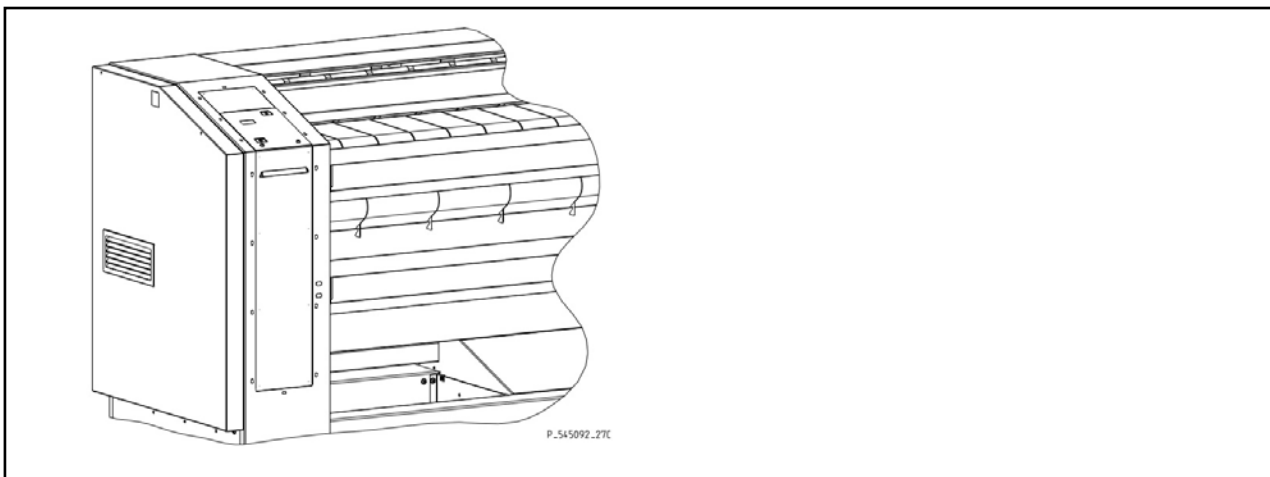

Figura 5.2.4.
- Figura 5.2.4. – versione per il sistema centrale a gettoniera.